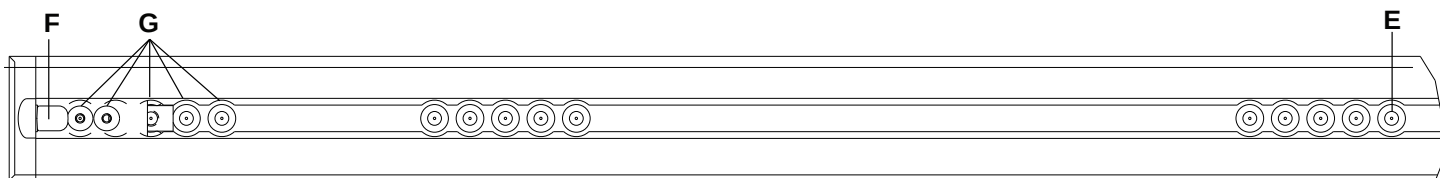

Figure 16 – Emplacement repère de la plaque de plancher – côté pieds
Remarque - Si une plaque de plancher a été préalablement installée sans le câble d'ancrage au véhicule, mesurer 3 po ou 7 po (7,6 cm ou 17,8 cm) en direction du côté tête à partir de la position repère E (Figure 16). Marquer l'emplacement au milieu du canal. Ce sera l'emplacement de l'entrée électrique. Pour les instructions concernant le raccordement à l'alimentation électrique, se reporter au manuel d'installation de la plaque de plancher Stryker (6390-109-020).
Remarque - Le crochet de sécurité (F) et les emplacements des trous de montage supplémentaires (G) sont indiqués uniquement à titre de référence (Figure 16). Ils ne sont pas utilisés pour l'installation du **Performance-LOAD**.